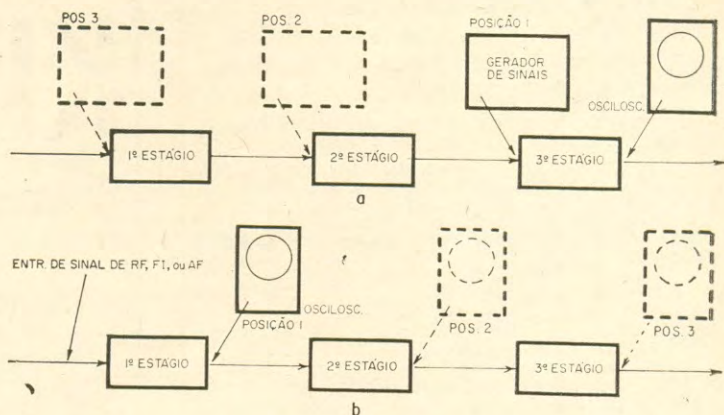

Figura 2
3) O terceiro método é o oposto do segundo. O osciloscópio é ligado à saída do último estágio (figura 2-a) e o sinal é aplicado à entrada deste estágio; se for obtido um sinal na saída passa-se o gerador para a entrada do segundo estágio, e assim por diante, até se localizar o estágio defeituoso.
4) O quarto método aproveita o sinal transmitido por uma estação e dispensa o gerador de sinais. O osciloscópio é deslocado de estágio em estágio até que o sinal de entrada desapareça; ver figura 2-b.